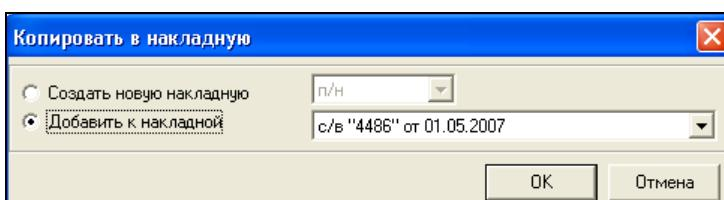

Рис. 113
- ✓ Заполните параметры копирования в окне *Копировать в накладную* (см. Рис. 113). Если переключатель установлен в положение *Создать новую накладную*, выберите тип накладной из списка. Если переключатель установлен в положение *Добавить к накладной*, выберите накладную из списка открытых накладных.